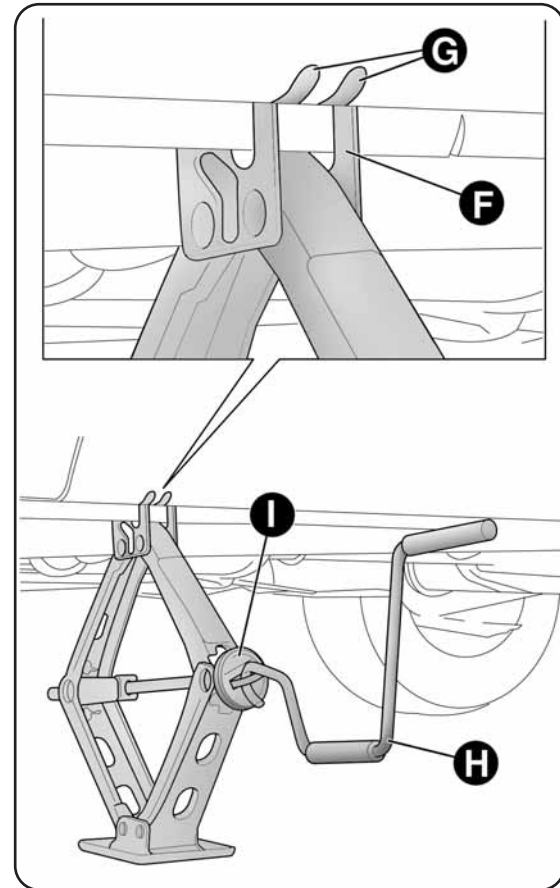

fig. 12
- assicurarsi che la scanalatura F-fig. 12 del cric sia ben calzata sull'aletta G del longherone;
- inserire la manovella H-fig. 12 nel dispositivo I del cric e sollevare la vettura, sino a quando la ruota si alza da terra di alcuni centimetri. Girando la manovella, cautelarsi che la rotazione avvenga liberamente senza rischi di escoriazioni alla mano per sfregamento contro il suolo. Anche le parti del cric in movimento (vite ed articolazioni) possono procurare lesioni: evitarne il contatto. Pulirsi accuratamente in caso di imbrattamento con il grasso lubrificante;